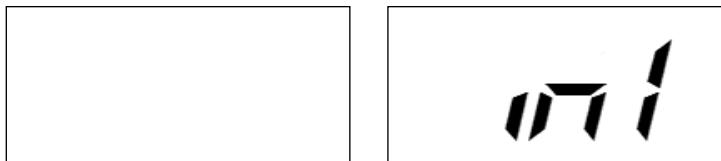

Abbildung F6.3 Position des Auswuchtklotzes W1 eingeben
- 3) Wenn sich außen ein Ungleichgewicht befindet, zeigt die Maschine die in Abbildung F6.3 gezeigte Meldung an.